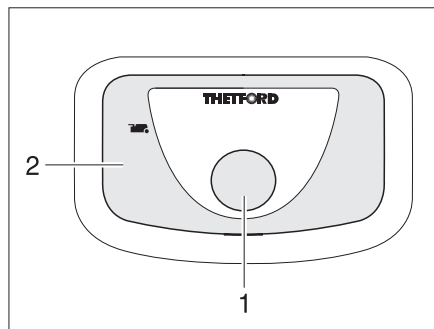

Bild 151 Spülknopf/Kontroll-Leuchte Thetford-Toilette
- Zum Spülen den blauen Spülknopf (Bild 151,1) drücken.
Die Kontroll-Leuchte (Bild 151,2) leuchtet, wenn die Thetford-Kassette entleert werden muss.
- Den Schieberhebel (Bild 151,1) im Uhrzeigersinn schieben. Der Schieber wird geschlossen. Zum Entleeren **muss** in der Thetford-Toilette der Schieber geschlossen sein.
- ▷ Nachdem der Wassertank entleert wurde, den blauen Spülknopf (Bild 151,1) mehrere Male betätigen, bis kein Wasser mehr aus dem Spülkasten austritt.